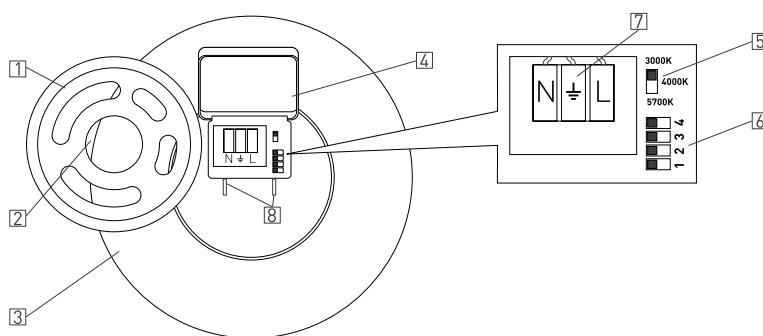

Рис. 2. Установка и настройка светильника
- Перед установкой светильника следует настроить требуемый режим работы. Для этого предусмотрены DIP-переключатели датчика движения и освещения [6] и переключатель CCT [5], расположенные внутри светильника. Для доступа к ним необходимо снять монтажное основание [1], повернув его против часовой стрелки относительно корпуса светильника [3] (см. рис. 2), и открыть крышку коммутационного отсека [4], зажав держатели [8] и поднимая крышку [4] вверх.